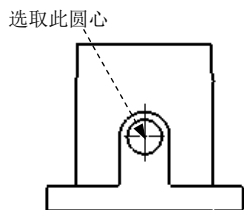

图 4.5.7 定义剖切点
Step3. 选取切割线类型。在 **切割线** 区域单击 按钮, 然后选取图 4.5.7 所示的圆心。